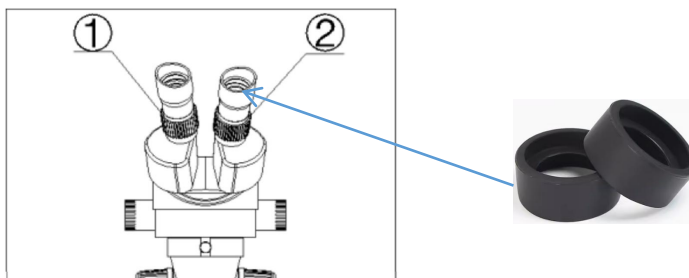

Fig. 4
- Fig.4 5) Gire la perilla de control del zoom al mínimo aumento.
41) Vuelva a realizar los pasos (1), (3), (4) y (5) hasta que el anillo de ajuste derecho esté más preciso.
42) Realice el paso (4) y aclare la imagen que se observa. a través del ocular izquierdo girando el anillo de ajuste de dioptrías izquierdo ①.(Fig.4)